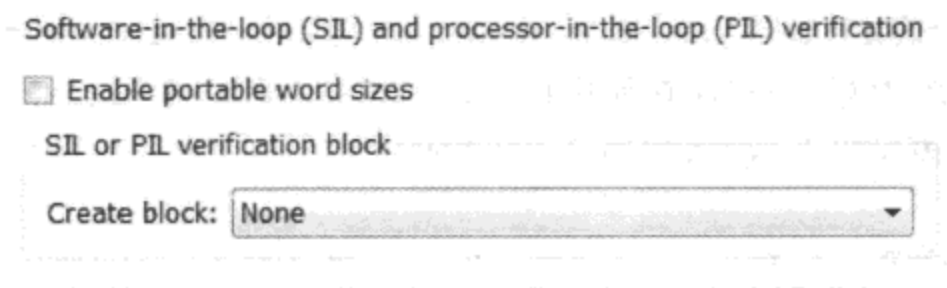

图 7.2.88 Interface 界面设置
(9) 将 Real-Time Workshop→SIL and PIL Verification 界面的 Create block 下拉列表,选择 none 选项,如图 7.2.88 所示。